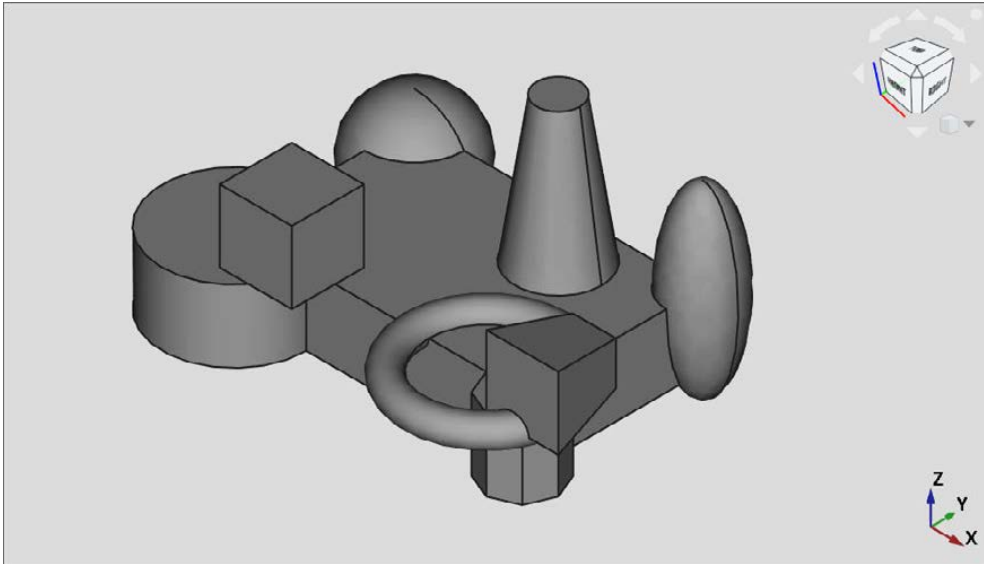

Abbildung 5.16: Grundkörper zu einem Quader addiert
Im *Part Designer* gibt es Möglichkeiten, Grundkörper einzufügen bzw. zu vorhandenen Bodys zu addieren. Falls diese zu bestehenden Bodys addiert werden sollen, müssen sich diese teilweise durchdringen oder zumindest flächig berühren. Diese Grundkörper sind *Quader*, *Zylinder*, *Kugel*, *Kegel*, *Ellipsoid*, *Torus*, *Prisma* und *Keil*. In Abbildung 5.16 sehen Sie die Grundkörper angehängt an einen Basiskörper in einem Fantasieobjekt.
7. Experimentieren Sie weiter mit den anderen Grundkörpern. In der Datei **Aufgabe-05-06.FCStd** finden Sie das Modell aus Abbildung 5.16. Schauen Sie sich dieses an und experimentieren Sie damit. Achtung: Verschieben Sie einen Grundkörper so, dass er sich nicht mehr mit dem Volumen berührt oder schneidet, dann verschwindet er.